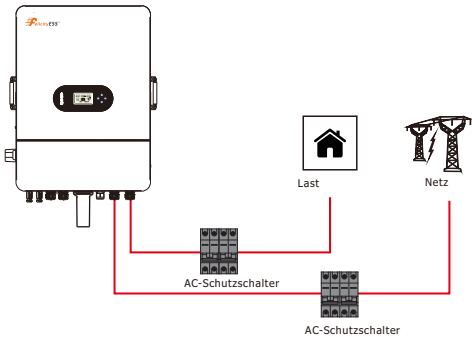

Abbildung 4.3-2 AC-Schutzschalteranschluss
1.Auf der AC-Seite sollte der einzelne Schutzschalter zwischen Wechselrichter und Netz sowie Lasten angeschlossen werden. Siehe Abbildung 4.3-2.